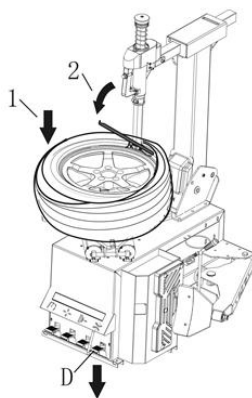

Abb. 17
- Legen Sie den Reifen-Heber zwischen den Reifen und den vorderen Teil des Montagekopfs. Folgend platzieren Sie den Rand des Reifens über den Montagekopf (Abb. 17).
- Mit dem Reifen-Heber (2, Abb. 17) in dieser Position, lassen Sie die Drehscheibe im Uhrzeigersinn drehen durch Druck auf Pedal D (Abb. 17 aus zu üben. Der Reifen löst sich von der Felge solange Sie die Pedale bedienen und die Scheibe dreht!
- Drücken Sie den Reifen von Hand nach unter in die Felge. Bedienen Sie derweil Pedal D (Abb. 17) um die Drehscheibe im Uhrzeigersinn zu führen bis die Felge den Reifen vollständig umschließt. (Abb.21A).